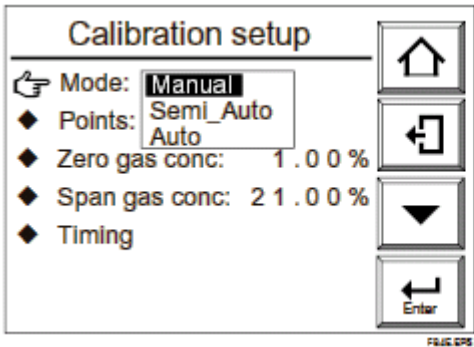

图 9.4 校正设置
- (1) 在基本面板显示中选择设置键显示执行/设置显示中。然后从执行/设置面板上选择维护。
- (2) 从维护面板上选择校正设置。然后从校正设置显示中选择模式（见图 9.4）。现在你可以选择手动，半自动或自动校正。